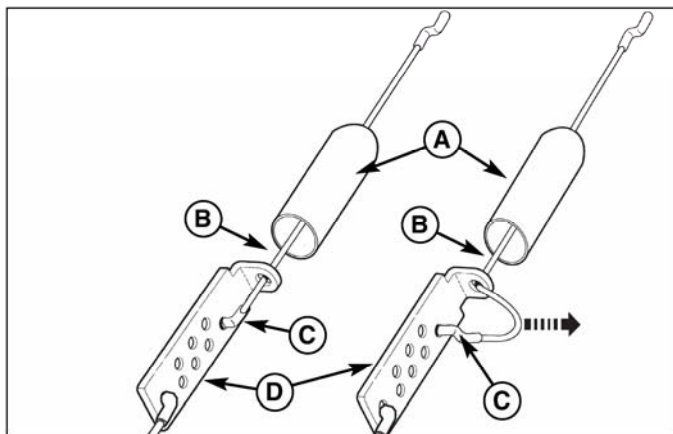

Рис. 17. Регулировка троса сцепления
2. Чтобы отрегулировать натяжение троса, отодвиньте кожух (А, рис. 17) от кронштейна (D).
3. Снимите наконечник троса (С) с кронштейна (D) и вставьте его в другое отверстие. Трос не должен провисать, а также он не должен быть слишком сильно натянутым.